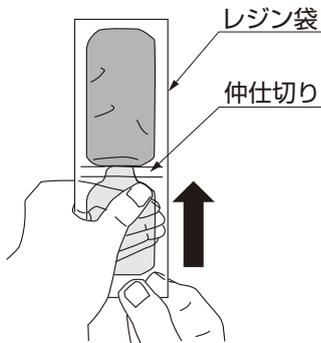

図3-6
- ③レジン袋を端から巻き上げ、内部の樹脂を押し出して仲仕切り部を貫通させてください。（図3-6参照）